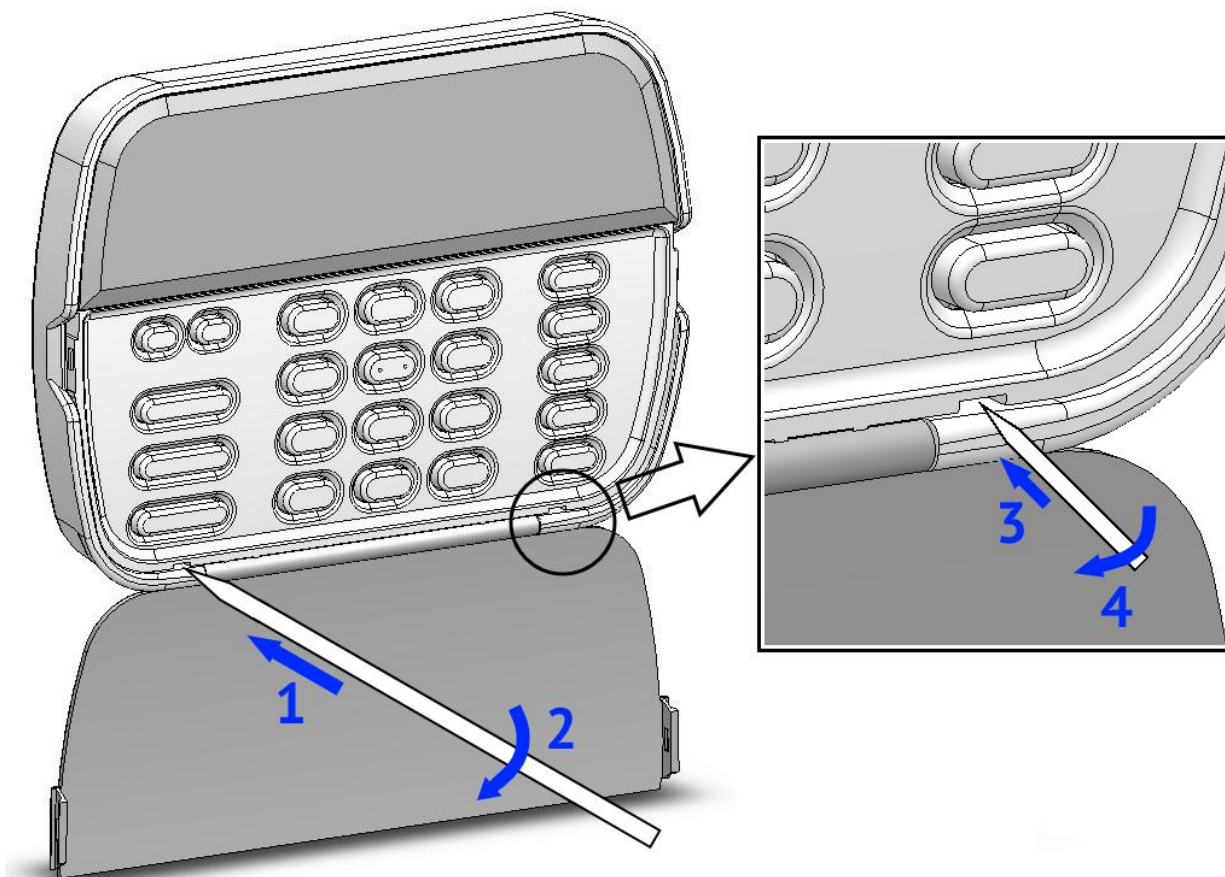

Рисунок 3. Раскрытие корпуса УИУ «Линд-11LED»
Для раскрытия корпуса (см. рисунок 3) необходимо вставить плоскую отвертку в специальное углубление нижнего фиксатора (1) и легко нажать (2) до характерного щелчка. Фиксатор разблокируется.